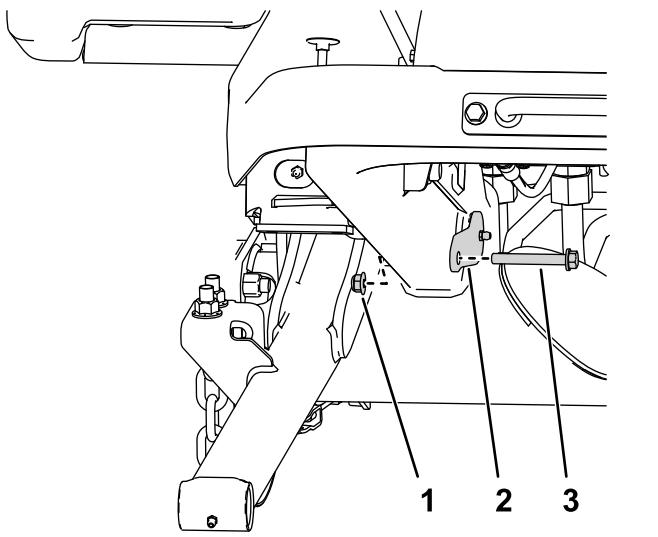

Рисунок 6
4. Используйте 2 гайки ($\frac{3}{8}$ дюйма) и 2 болта ($\frac{3}{8} \times 2\frac{3}{4}$ дюйма), чтобы прикрепить большие штифты к раме (Рисунок 6).